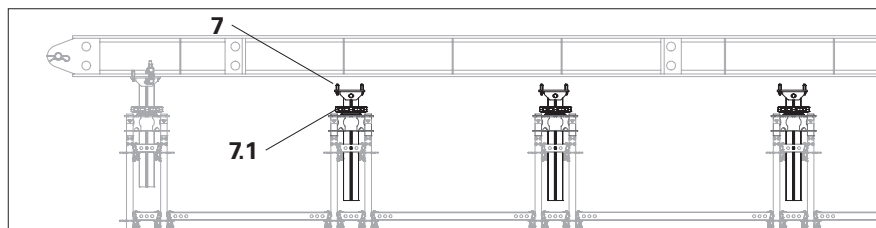

Fig. A7.05a
1. Togliere la morsa per trave HD 70 (23) dall'albero di testa TR 110-80/55 (7) dei puntelli a portata elevata da B a E.
3. Abbassare i puntelli a portata elevata A e F in corrispondenza degli alberi di testa. (Fig. A7.05a)